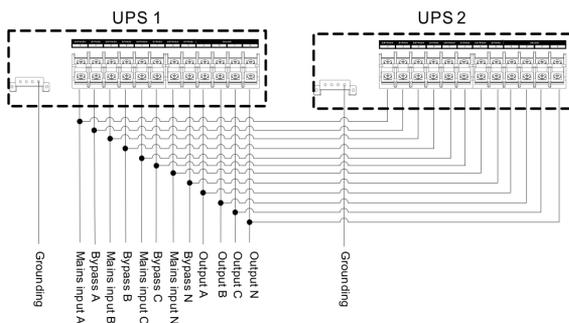

Figura 3-24 Cableado del sistema en paralelo
Paso 2 Conecte los cables de entrada, derivación, salida y batería del sistema en paralelo como se muestra en la figura 3-24.